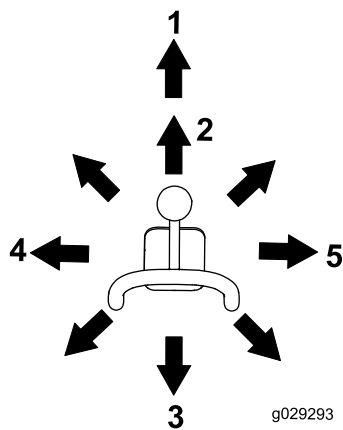

Figure 11
- Pour incliner l'accessoire en avant, déplacez lentement le levier vers la droite (Figure 11).
- Pour incliner l'accessoire en arrière, déplacez lentement le levier vers la gauche (Figure 11).
- Pour abaisser les bras de chargeuse, poussez lentement le levier en avant (Figure 11).
- Pour élever les bras de chargeuse, tirez lentement le levier en arrière (Figure 11).
- Pour abaisser les bras de la chargeuse à une position de verrouillage (flottement), poussez le levier complètement en avant (Figure 11).